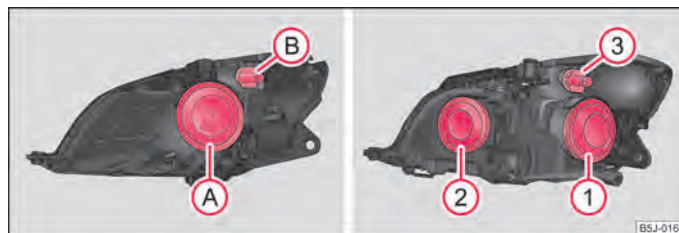

Fig. 157 Posición de montaje de las bombillas: Faros halógenos/faros proyectores halógenos
- Quitar la caperuza protectora (A) ⇒ fig. 157.
- Quitar la caperuza protectora (1) ⇒ fig. 157.
- Quitar la caperuza protectora (2) ⇒ fig. 157.
- Gire el portalámparas (B) ⇒ fig. 157, o bien el portalámparas (3) hacia la izquierda y retírelo junto con la bombilla del intermitente.
- Retire el capuchón protector (A), o bien (2) ⇒ fig. 157.